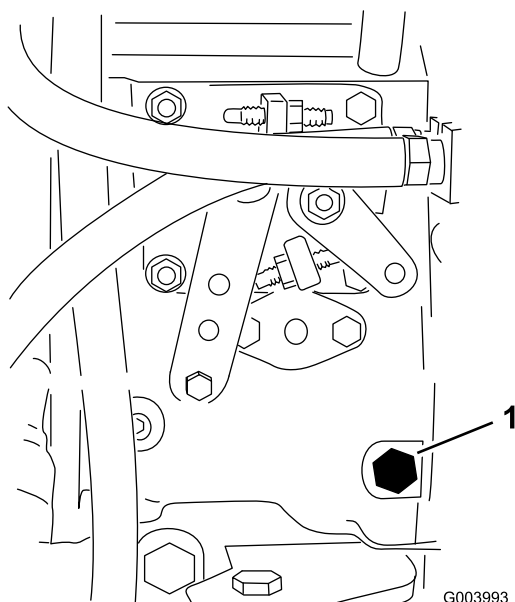

Bild 37
3. Öffnen Sie die Entlüftungsschraube an der Kraftstoffeinspritzpumpe (Bild 37) mit einem 12 mm Schraubenschlüssel.